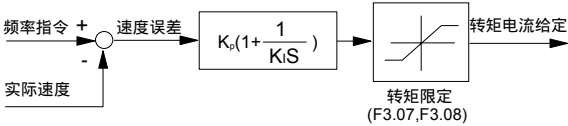

图 6-21 速度调节器简化框图
1. 速度调节器（ASR）的构成如图 6-21 所示。图中  $K_p$  为比例增益  $P$ ， $K_i$  为积分时间  $I$ 。